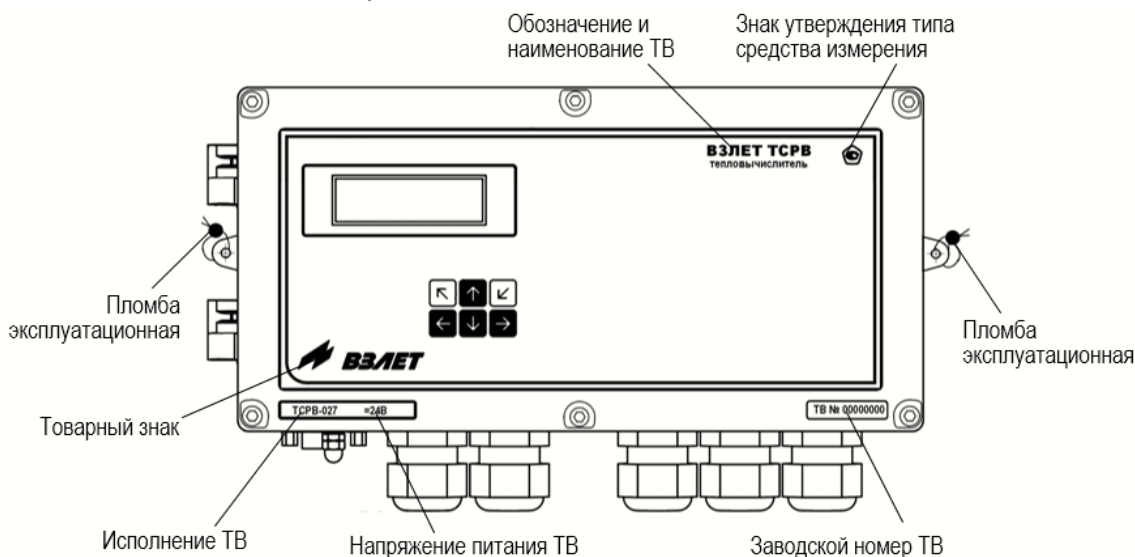

Рис.3. Вид и размещение маркировки ТВ.
1.7.1. Маркировка на лицевой панели ТВ (рис.3) содержит:
- 1.7.2. После поверки пломбируется колпачок, закрывающий контактную пару J3 разрешения модификации калибровочных параметров ТВ, а также один из винтов, скрепляющих субблок обработки данных (рис.А.12 ч.II РЭ). Для защиты от несанкционированного доступа при транспортировке и хранении могут пломбироваться проушины на субблоке обработки данных и блоке коммутации (рис.3).
- 1.7.4. Для защиты от несанкционированного доступа при эксплуатации могут быть опломбированы проушины на субблоке обработки данных и блоке коммутации (рис.3).